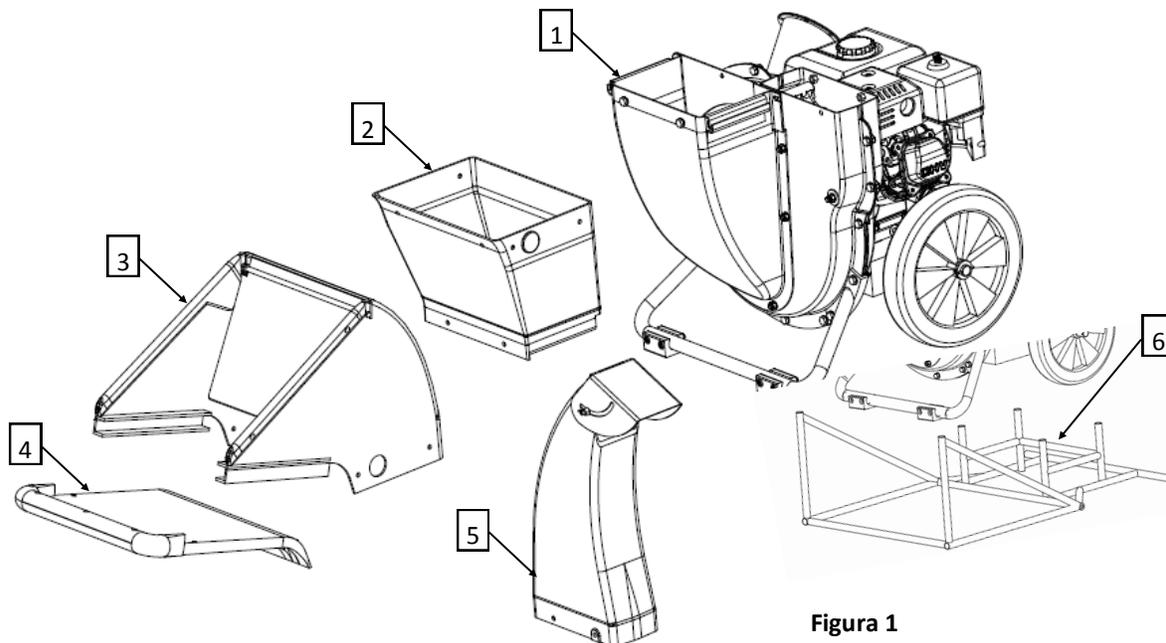

Figura 1
3. Verifique que estén todos los componentes de la picadora (Figura 1)